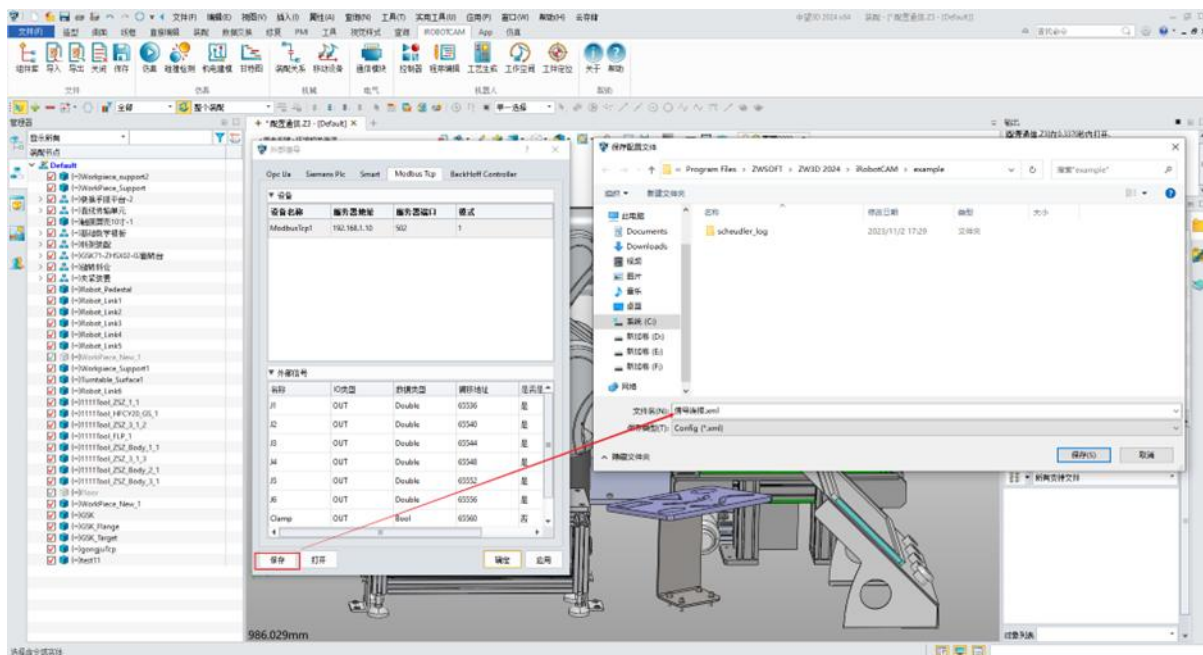

图 12-17: 保存信号
- 点击 "保存" 按钮，将外部信号连接信息保存到计算机以供将来使用。(图 12-17)